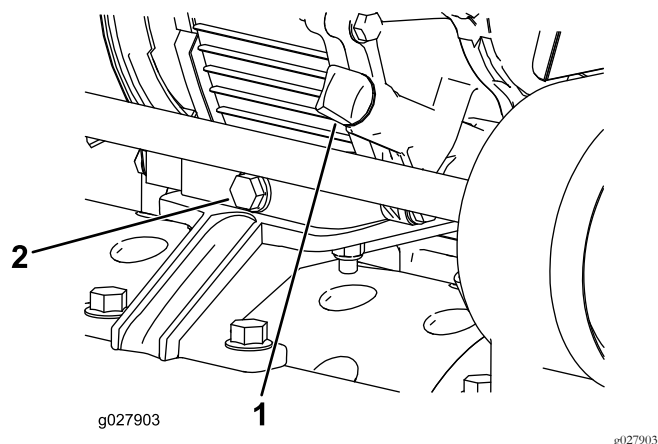

Figure 23
1. Positionnez la machine de sorte que le moteur soit de niveau et nettoyez la surface autour de la jauge d'huile (Figure 23).
2. Placez un bac de vidange sous le bouchon de vidange à l'arrière de la machine (Figure 23).